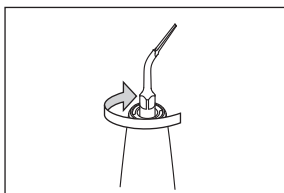

Fig. 1
- 1) Commencez par visser manuellement l'insert dans la pièce à main jusqu'à ce qu'il soit bloqué (Fig. 1).